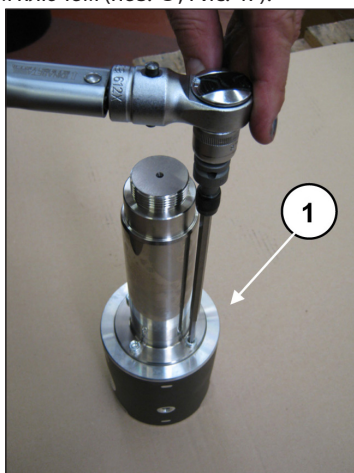

Рис. 47
Чтобы отделить шток от направляющей поршня, нужно открутить винты с цилиндрической головкой М6 специальным ключом (поз. ①, Рис. 47).